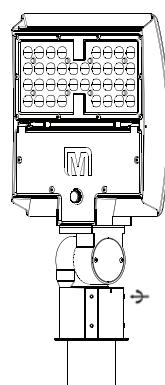

FIG. 2
2. Serrez les quatre (4) vis de réglage sur le raccord lisse et fixez-le au poteau (voir la **FIG. 2**).